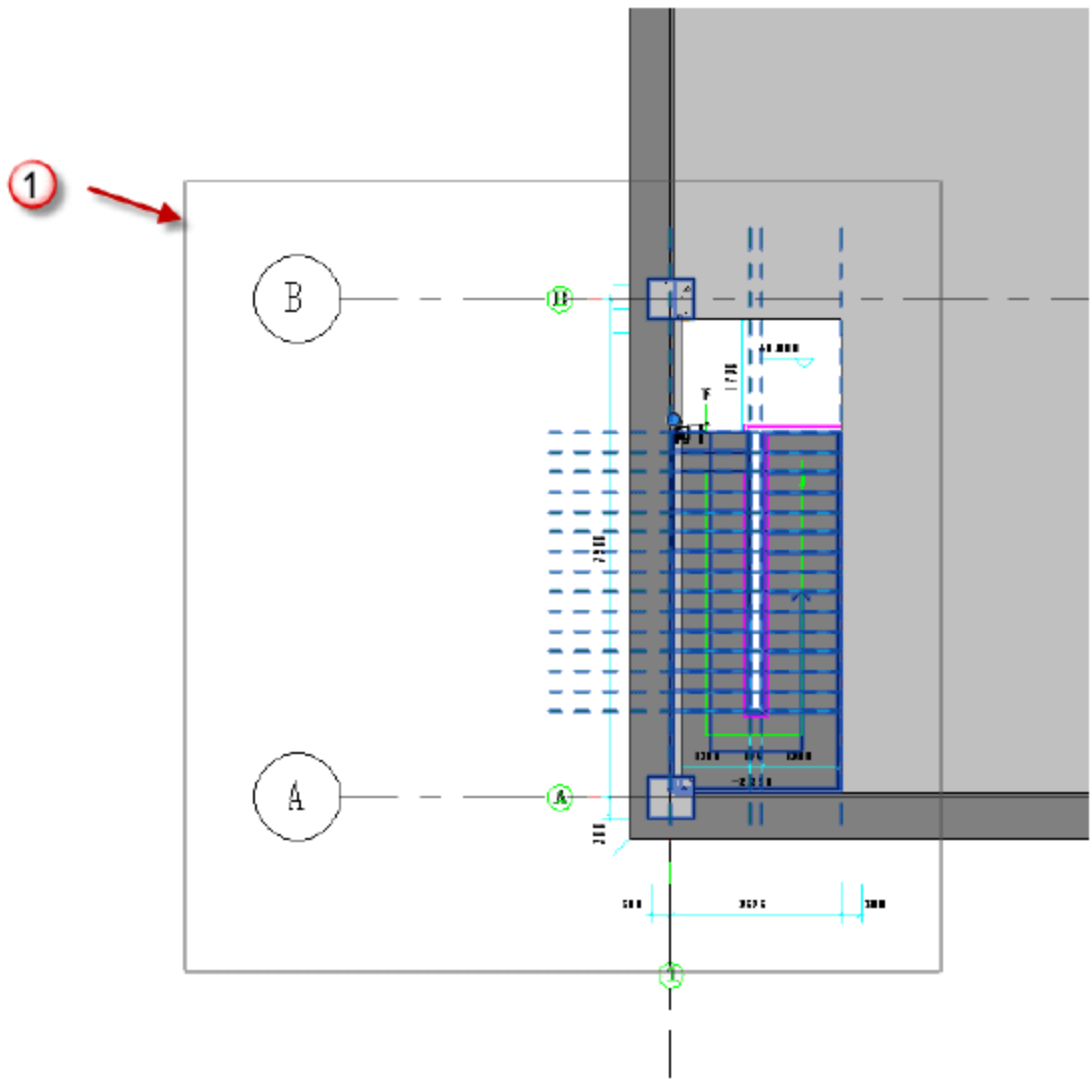
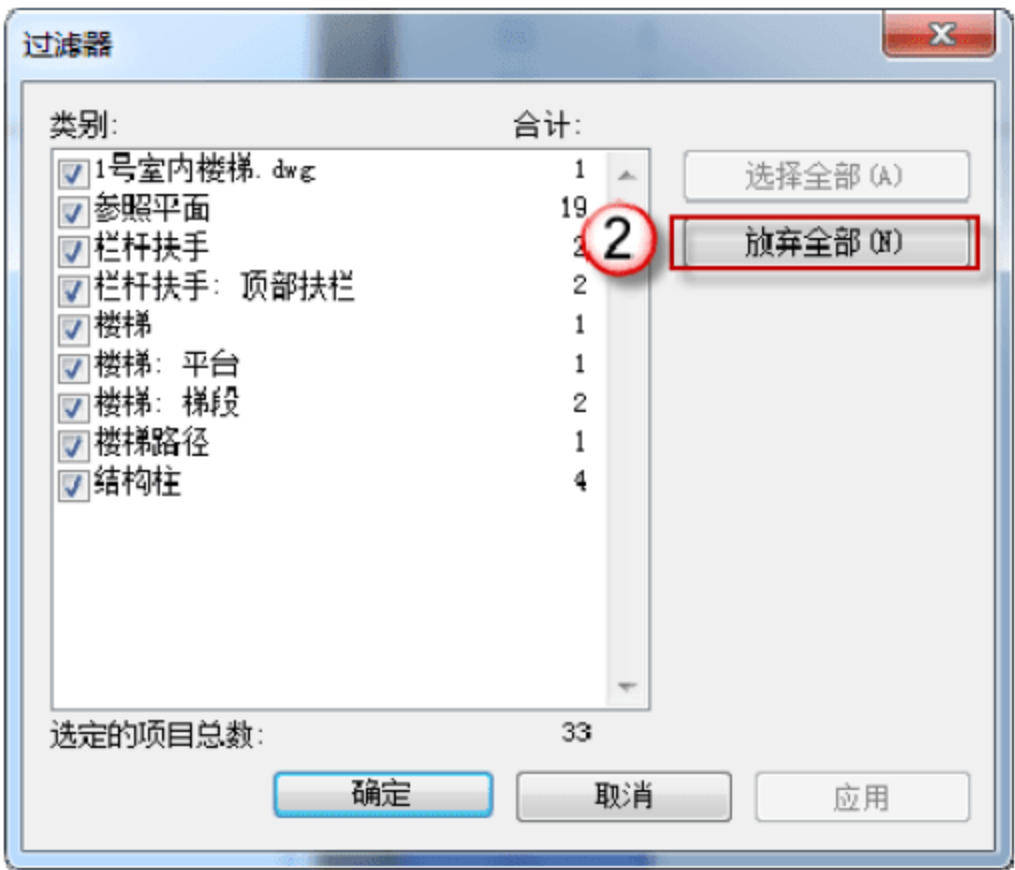

图 11.2.22 框选所有图元
图 11.2.23 过滤所有图元
(16) 删除 CAD 图。以光标从左上到右下方向框选所有图元，如图 11.2.22 所示。单击选项卡中的“过滤器”按钮，在弹出的“过滤器”对话框中单击“放弃全部”按钮，如图 11.2.23 所示。选中“1 号室内楼梯.dwg”选项，并单击“确定”按钮，如图 11.2.24 所示，按 Delete 键，删除作为参照的 DWG 图。